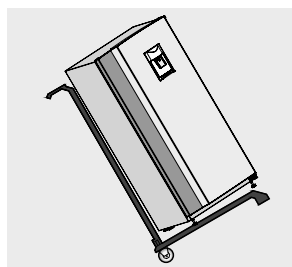

Figura 2
- Inclinar levemente de costado (hacia el lado contrario de las bisagras de las puertas). Figura 2.